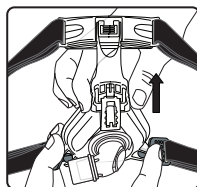

Figura 2
1. Sitúe el StabilitySelector en su posición más alta (Figura 2). Sujete el almohadillado de la mascarilla sobre la nariz.